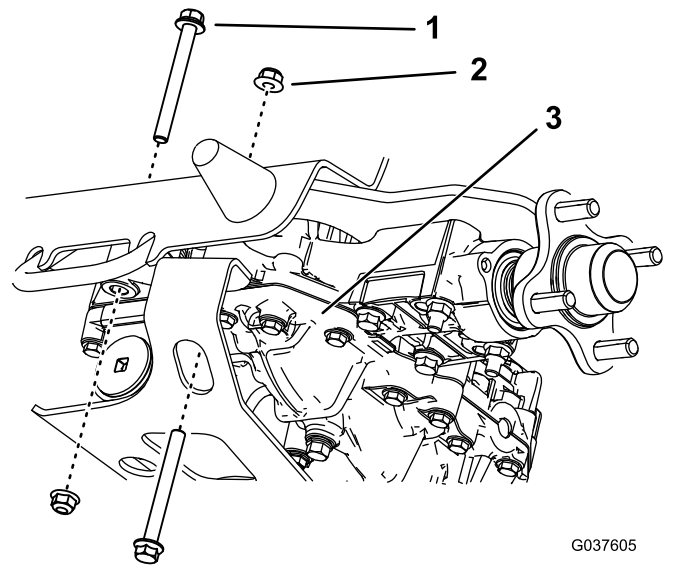

Bild 9
5. Entfernen Sie die zwei hinteren Schrauben und zwei Muttern vom rechten Getriebe (Bild 9). Bewahren Sie die Muttern auf.